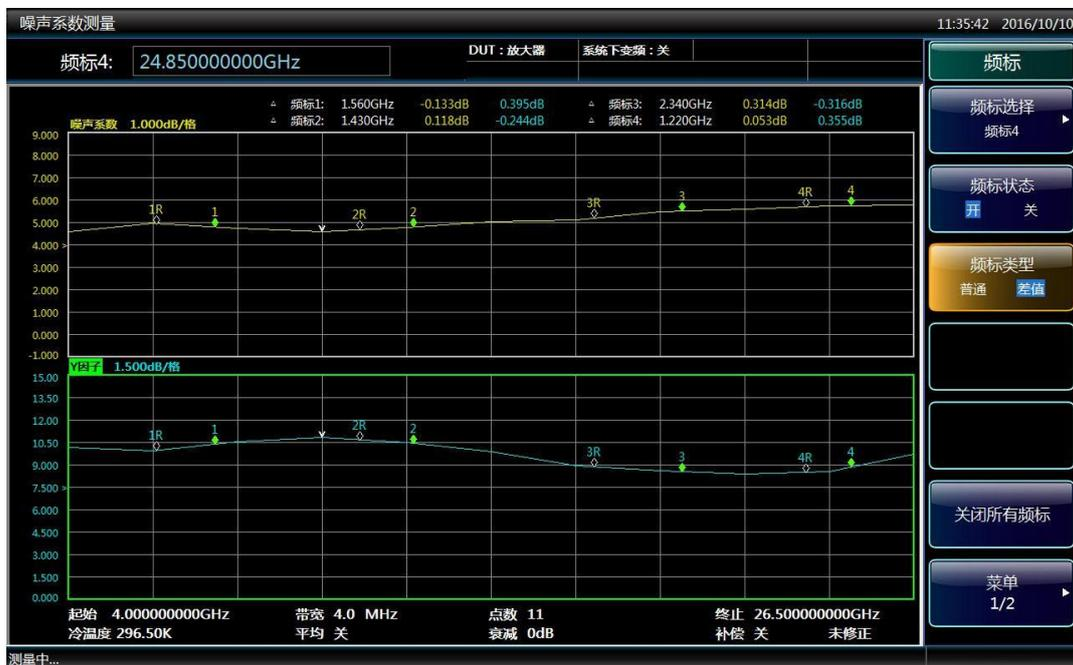

图 3.40 四个差值类型的频标显示
- 步骤5.** 按[频标类型]菜单键，设置为[频标类型 普通 差值]模式，如图3.40所示。